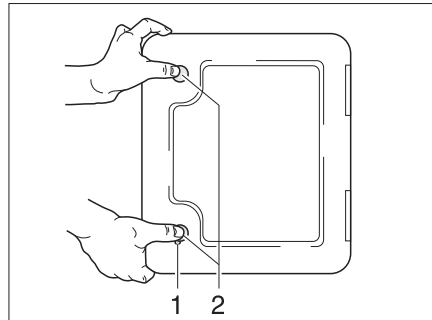

Fig. 163 Sportello per la cassetta della toilette
- Aprire lo sportello della cassetta all'esterno del veicolo. Inserire la chiave nel cilindro della serratura a pressione (Fig. 163,1) e ruotare di un quarto di giro.
- Premere contemporaneamente con i pollici entrambe le serrature a pressione (Fig. 163,2) e aprire lo sportello per la cassetta.